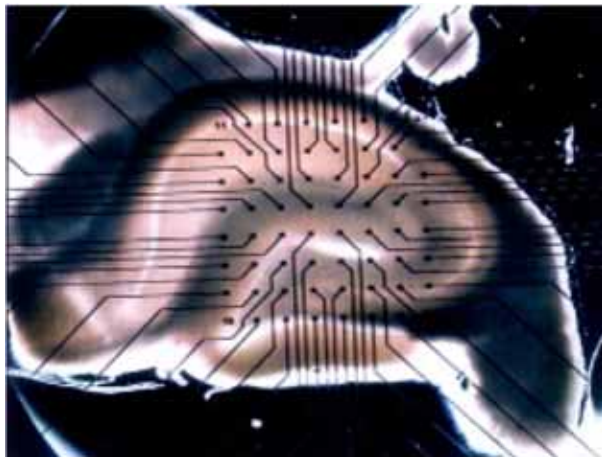

図 1: スライスした海馬切片を MEA チップにのせた図です。CA1、CA3、GD の顆粒細胞層がはっきり見えます。
2) 実験の前にラックを組み立てます（ソフト上で）。実験者は実験で何を記録し視覚化し解析したいか、そしてハードディスク上でその特化したラックを保存します。図 1 が示すスライス切片からデータを記録する為の例として、以下に 2 種類のラックの構成を説明します（データを収録し保存するための Recorder-Rack、オフラインデータを視覚化し解析するための Replayer-Rack）。ラック上の Display 名はユーザーの必要に応じて名前を付け直すことができます（ファイル名として）。